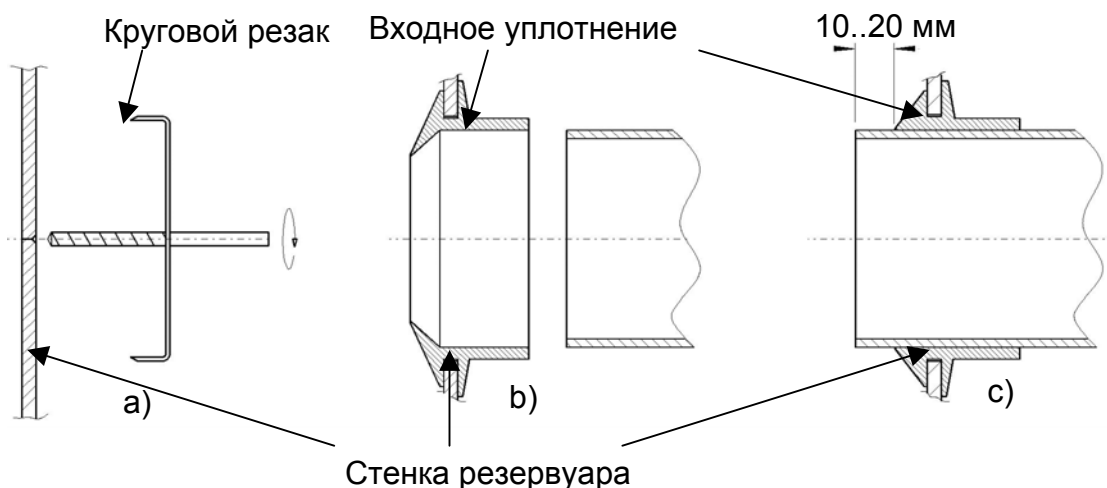

Рис. 8. Присоединение подводящего трубопровода
■ Подсоединение подводящего трубопровода (рис. 8):
- c) Вставьте подводящую трубу в уплотнение-вставку, перед этим наденьте на трубку хомут и смажьте ее и уплотнение соответствующей смазкой (Рис. 8с).